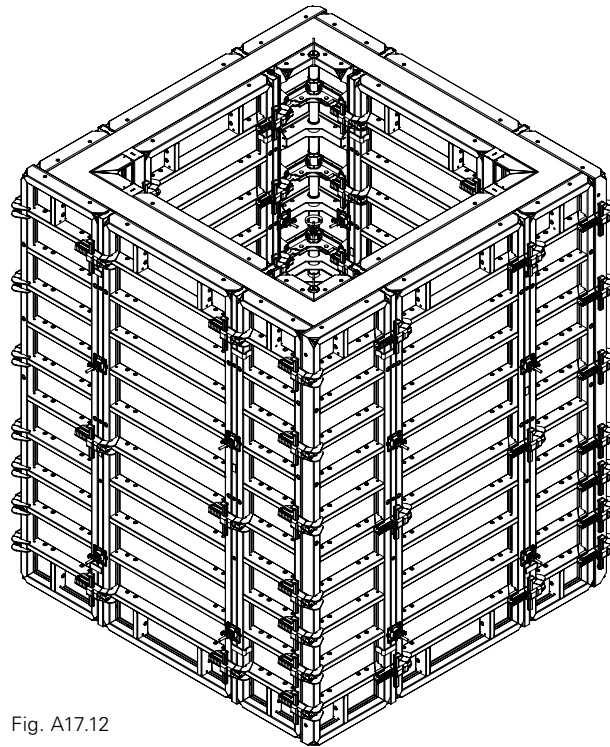

Fig. A17.12
- (Fig. A17.12 + A17.12a + A17.12b)